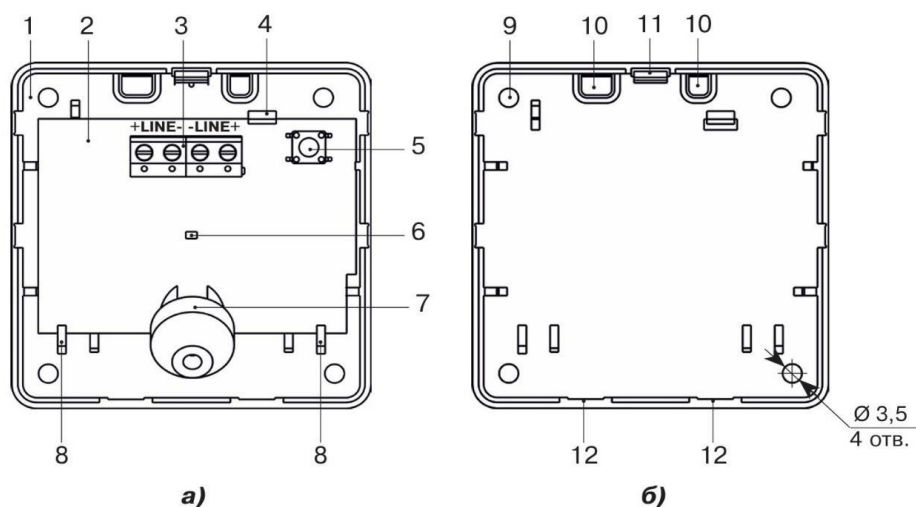

Рис. 4 Схема конструкции ИРС исп.08:
ИРС исп.08 выполнен в пластмассовом разъемном корпусе и состоит из крышки и основания корпуса. Крышка и основание корпуса соединяются с помощью выступов (защелки крепления). Основание имеет намеченные отверстия крепления на задней стенке а также на угловых стенках под углом 45° (см. Рис. 4).
Конструктивно состав ИРС исп.08 представлен на Рис. 4.
- скрыть в основании извещателя отверстия (Рис. 4, б), которые будут использоваться для прокладки проводов;
- выбрав место установки, провести разметку отверстий для монтажа (Рис. 4, б) с учетом положения отверстий в основании извещателя и просверлить отверстия в месте установки;